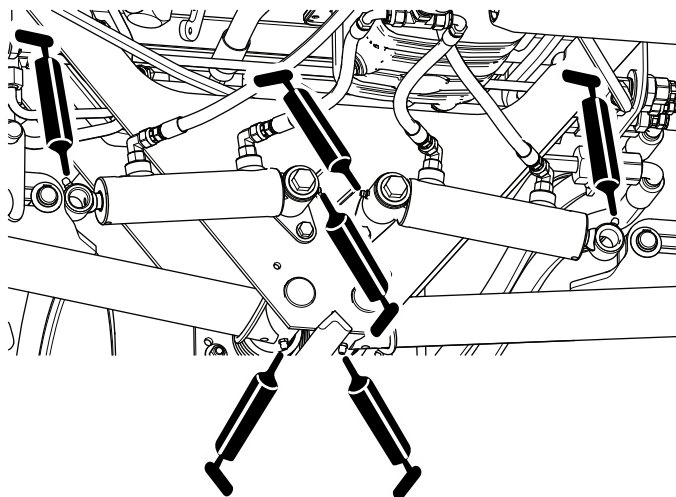

Figura 50
- Perni del braccio di sollevamento posteriore e cilindri di sollevamento (4 cad.); fate riferimento alla Figura 50.